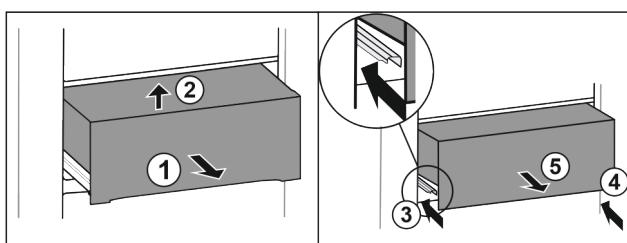

Fig. 30
- Vytiahnite zásuvku do polovice Fig. 30 (1).
- Nadvihnite ju dopredu Fig. 30 (2).
► Zasuňte ľavú koľajničku Fig. 30 (3).
► Zasuňte pravú koľajničku Fig. 30 (4).
► Odoberte zásuvku dopredu Fig. 30 (5).